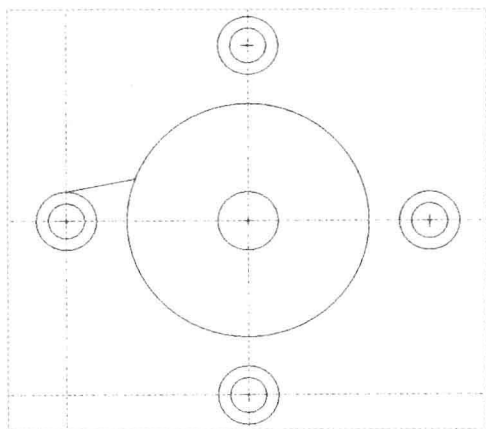

图 13-12 绘制直线 1
Step 01 在“功能区”选项板的“草绘”选项卡中, 单击“草绘”面板中的“线链”按钮 \checkmark , 在绘图区的合适端点上, 依次单击鼠标左键, 绘制直线, 如图 13-12 所示。